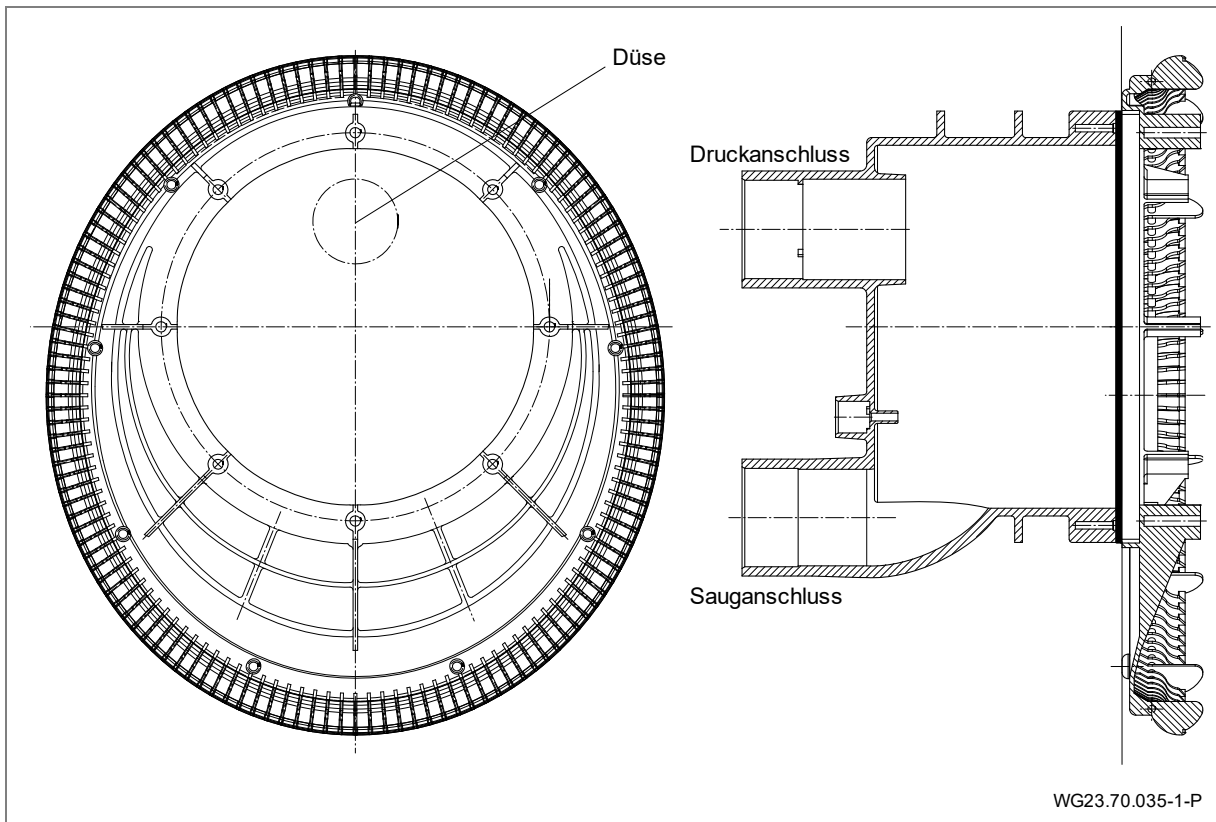
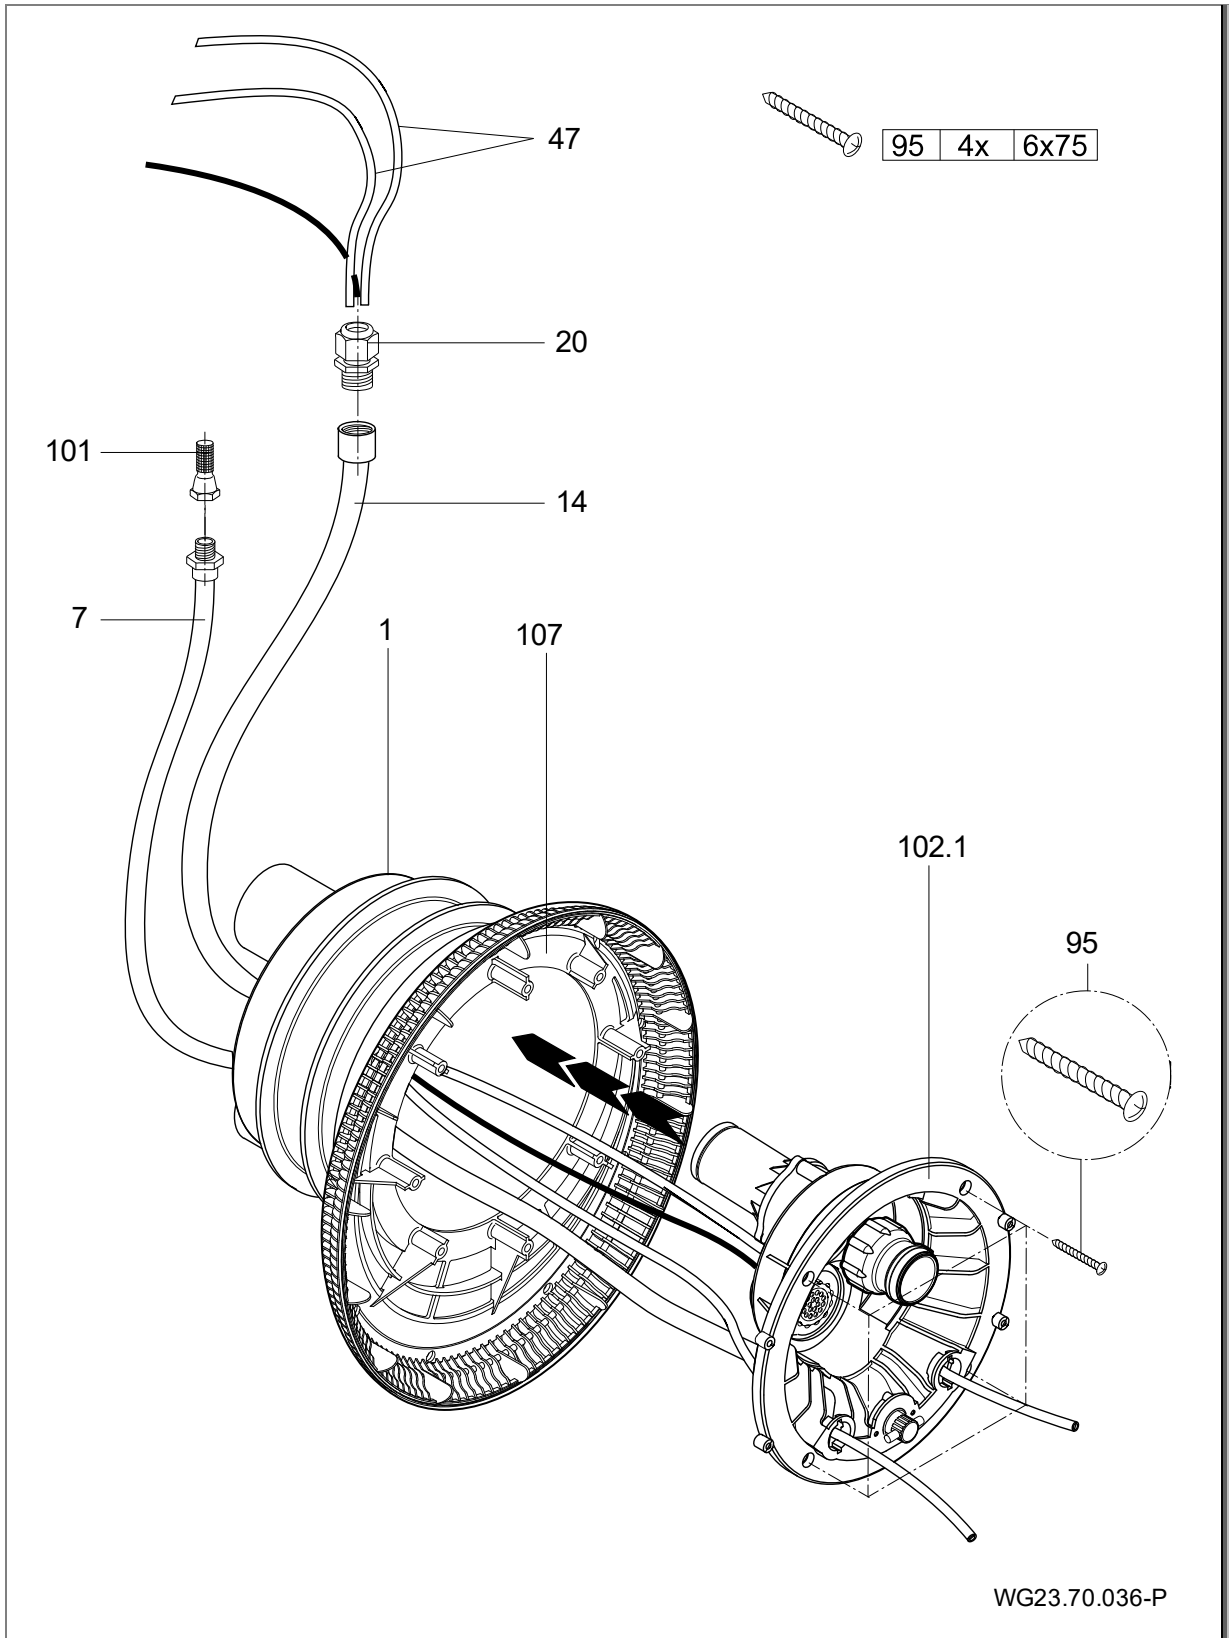

Abb. 17
Abb. 18
2. Ansauggehäuse (107) am Spannring aufsetzen. Auf Einbaulage achten. (Abb. 17)
3. Düsengehäuse (102.1) am Einbaugehäuse (1) ansetzen.
4. Pneumatikschläuche und Kabel des Scheinwerfers durch den Schutzschlauch (14) führen und mit der Kabelverschraubung (20) abdichten.
5. Luftleitung mit der Klemme (8) am werkseitig montierten Luftregler (21) befestigen.
6. Düsengehäuse (102.1) mit vier Schneidschrauben (95) am Einbaugehäuse befestigen. (Abb. 18)